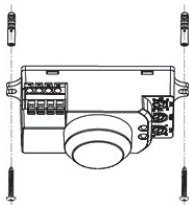

Рис. 5 - Монтаж датчика MW-700
1. Закрепите датчик к потолку (предпочтительнее) или стене, с помощью шурупов (рис. 5–8).